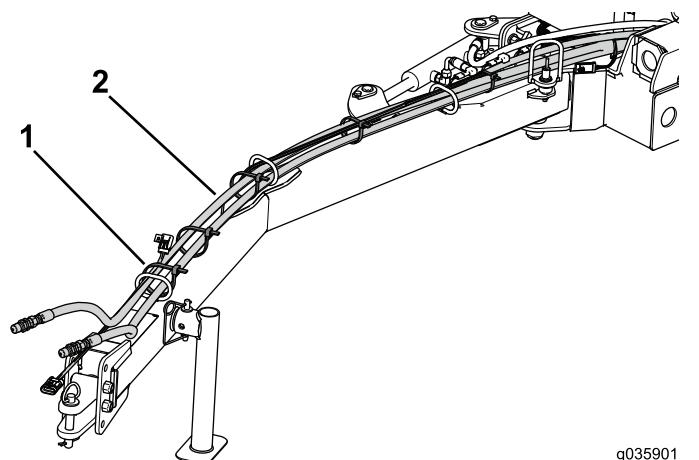

図 25
8. ケーブルタイを使用して、ワイヤハーネスを油圧ホースに固定する図 25。